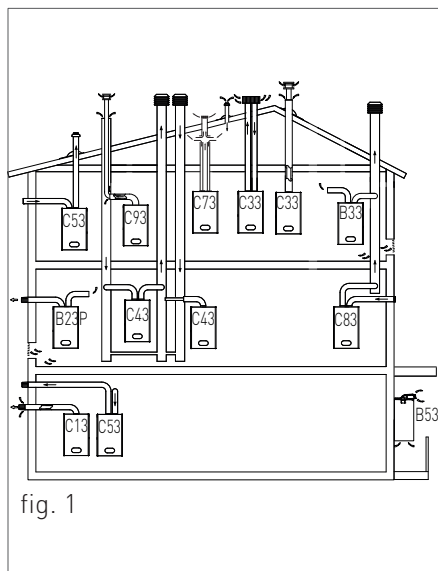

fig. 1
- > Nel caso di installazione di condotto fumi verticale, inserire un sifone raccogli condensa alla base del condotto collegato alla rete fognaria dell'abitazione (fig. 1).
Per questo tipo di caldaia sono disponibili le seguenti configurazioni di scarico dei fumi: B23, B23p, B33, B53, C13, C33, C43, C53, C63, C73, C83 e C93 (vedi Fig. 1).